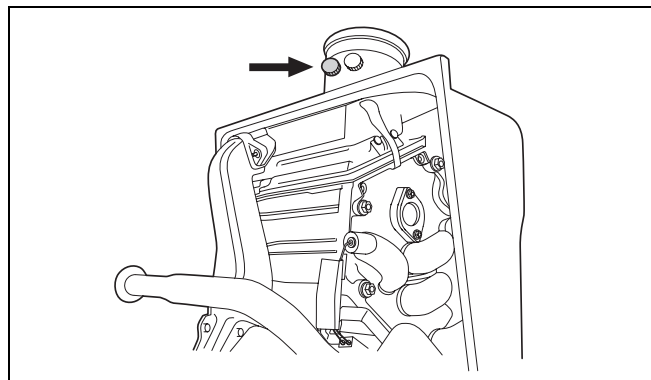

Fig. 24 Punto di misurazione per gas combusti
4.9 Misurazione del tenore di monossido di carbonio (CO)
- Misurare il tenore di monossido di carbonio nel punto di misurazione per gas combusti (fig. 24).